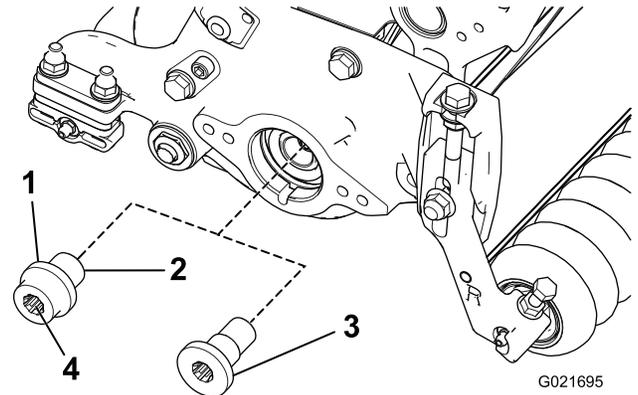

**Figure 7**
**Remarque:** Les rondelles des boulons de réglage de la hauteur de coupe doivent se trouver de chaque côté du rebord de la plaque latérale (Figure 7).
13. Serrez le contre-écrou du boulon de réglage de la hauteur de coupe jusqu'à ce que les rondelles touchent le rebord de la plaque latérale, puis desserrez le contre-écrou d'un demi-tour (Figure 7).